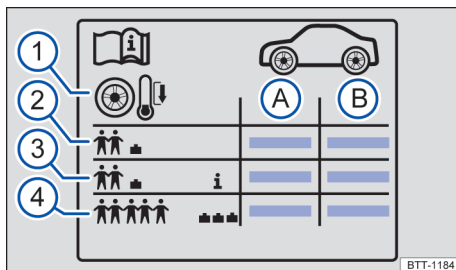

Fig. 198 Símbolos na etiqueta de pressão dos pneus.
Legenda para Fig. 198:
Dependendo do veículo, a etiqueta de pressão dos pneus pode conter uma pressão conforto dos pneus → Fig. 198 3. A pressão de conforto dos pneus possibilita aumentar o conforto da condução. Ao conduzir com a pressão dos pneus de conforto, pode aumentar o consumo de energia.
- Adequar sempre a pressão dos pneus às condições de carga → Fig. 198 4.